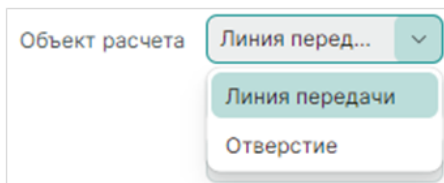

Рис. 45 Выбор объекта расчета
2. Выбор объекта расчета – линия передачи, см. Рис. 45: